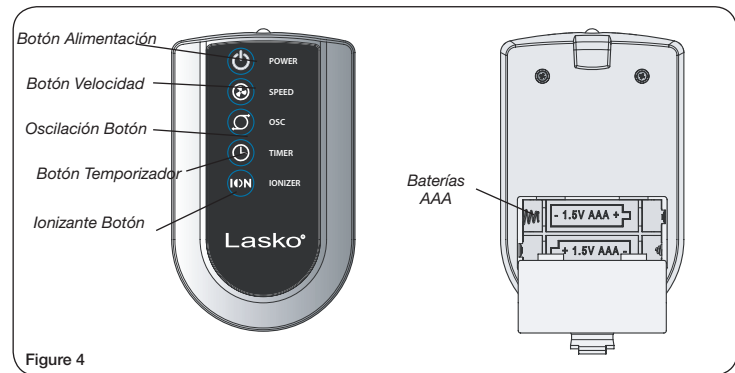

Figura 4
1. Instale la baterías (no suministró) como mostrado en la Figura 4. La batería es el tipo "AAA".
Este Ventilador puede hacerse funcionar mediante los Controles Manuales ubicados en la parte superior de la unidad o con el Control Remoto (se muestra en la Figura 4).